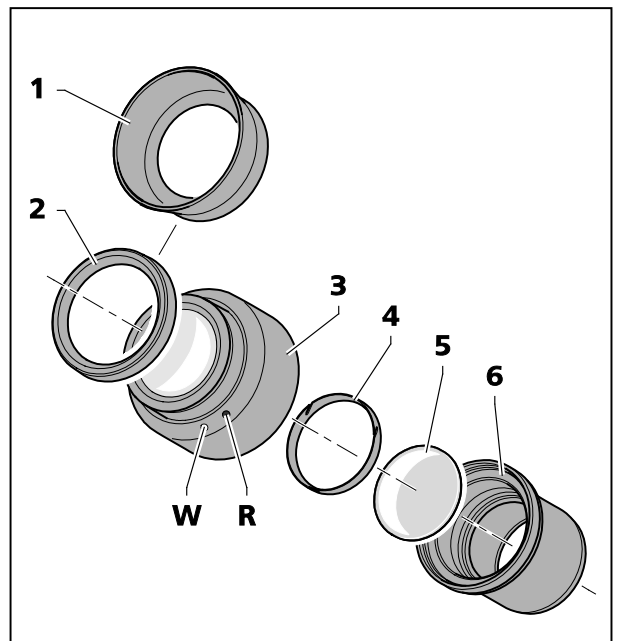

图16 插入目镜板
目镜配备有橡胶材质的镜片保护环，以防止划坏镜片。也可以用可翻转眼杯（图16/1）代替。
- 将镜片保护环（图16/2）从目镜上取下，装上眼杯（图16/1）。
- 将光圈件（图16/6）从目镜（图16/3）上取下来。
- 取下固定环（图16/4）。
- 装上目镜板（图16/5）。
由额外的玻璃光程造成的轻微图像位移，在屈光度计上的初始位置不是由白点（图16/W）而是由红点（图16/R）表示。